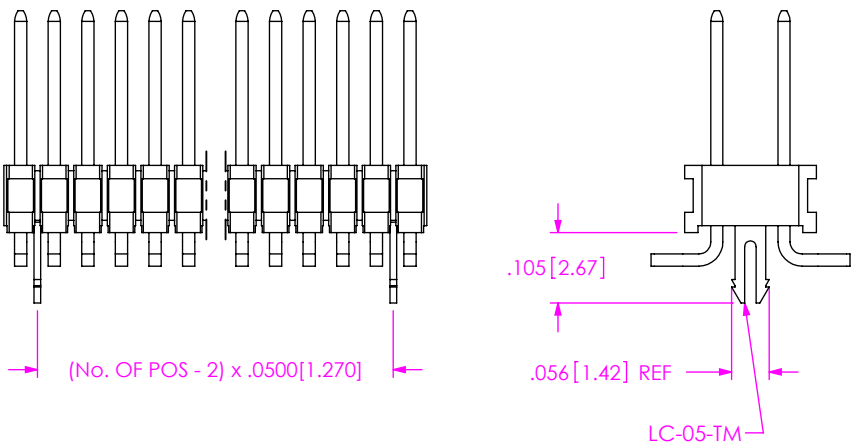

FIG 4
- LC: STAKED LOCKING CLIP (USE LC-05-TM) (SEE FIG 4, SHT 2 & NOTE 10)